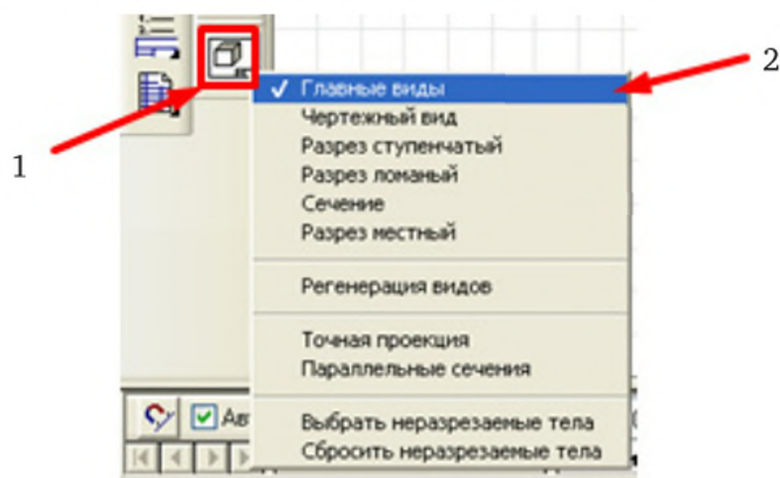

Рис. 5.3
1. Указанием курсора при нажатой левой кнопке «мыши» нажать и удерживать кнопку **Создание чертежных видов по 3D модели** (1) на вертикальной панели инструментов слева от рабочего поля (рис. 5.3). В появившемся контекстном меню выбрать курсором пункт **Главные виды** (2), отпустить левую кнопку «мыши».